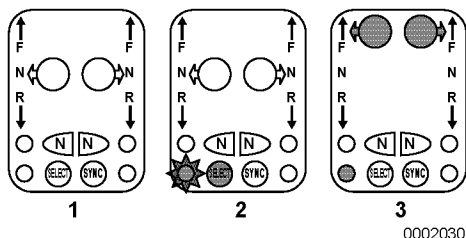

Figure 12
1. **(Figure 12, (1))** affiche un poste habituellement inactif.
2. Appuyez sur le bouton SELECT **(Figure 12, (2))**. Le bouton s'allume (grisé sur la **Figure 12**) et le témoin de sélection de poste clignote (étoile autour du cercle **(Figure 12)**).
3. Déplacez la ou les poignées vers l'accélération F (avant) ou R (arrière) pour faire correspondre l'emplacement de la poignée du poste actif **(Figure 12, (3))**. Les voyants du bouton de poignée correspondant s'allument constamment (en gris sur la **(Figure 12, (3))**) et le témoin de sélection de poste reste constamment allumé (grisé sur la **(Figure 12, (3))**).